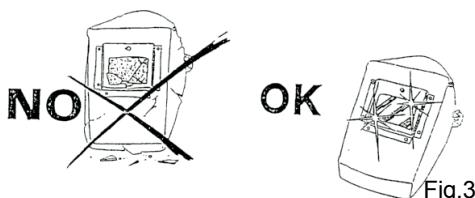

Fig.2
- Non guardare mai un arco elettrico senza un'adatta protezione agli occhi (Fig. 2).